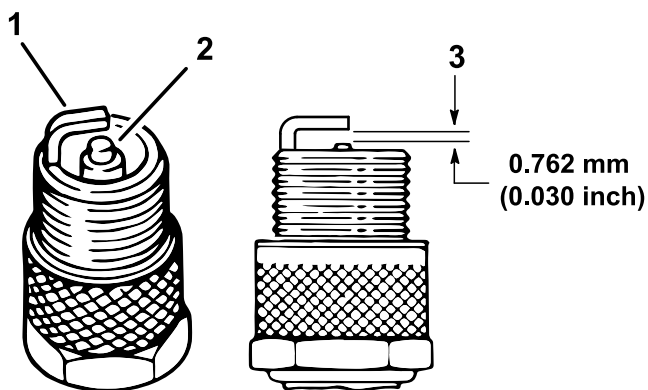

Figura 34
4. Verificați starea electrodului lateral, a electrodului central i a izolatorului electrodului central, pentru a vă asigura că nu sunt deteriorate (Figura 34).
5. Lăsați o distanță de 0,762 mm între electrodul central i lateral, conform indicațiilor din Figura 34.